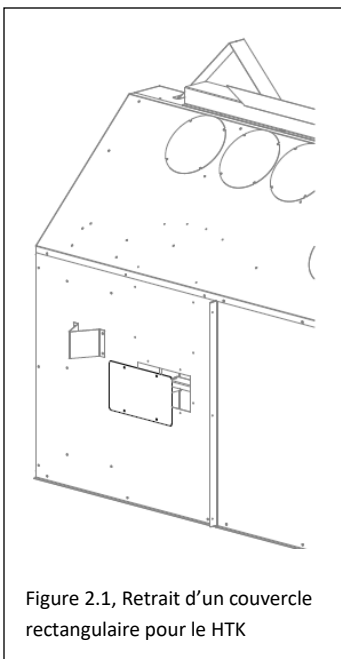

Figure 2.1, Retrait d'un couvercle rectangulaire pour le HTK
1. Le boîtier externe de votre foyer est muni de couvercles pour utiliser avec les kits de transfert de chaleur. Consultez le manuel du foyer pour l'emplacement des couvercles du kit de transfert de chaleur. Voir Figure 2.1.